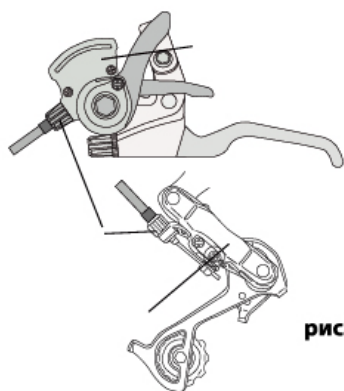
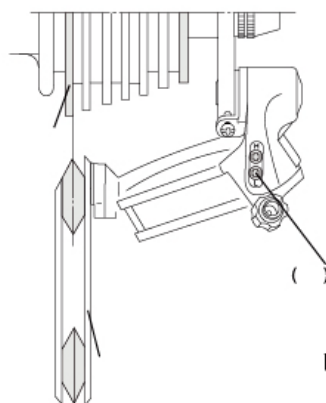

рис. 19
рис. 22
3. закрутите винт регулировки натяжения троса до конца и выкрутите на два оборота (рис. 19)
7. ограничительным винтом L (low) добейтесь того, чтобы при крайней низшей передаче (наибольшая звезда) рамка с роликами свободно находилась в плоскости большой звезды (рис. 22), при этом переключение шифтера в положение низшей передачи, должно проходить легко и четко. 8. с помощью регулировочного винта тонкой настройки на шифтере (или переключателе) добейтесь четкой работы заднего переключателя (рис. 19).